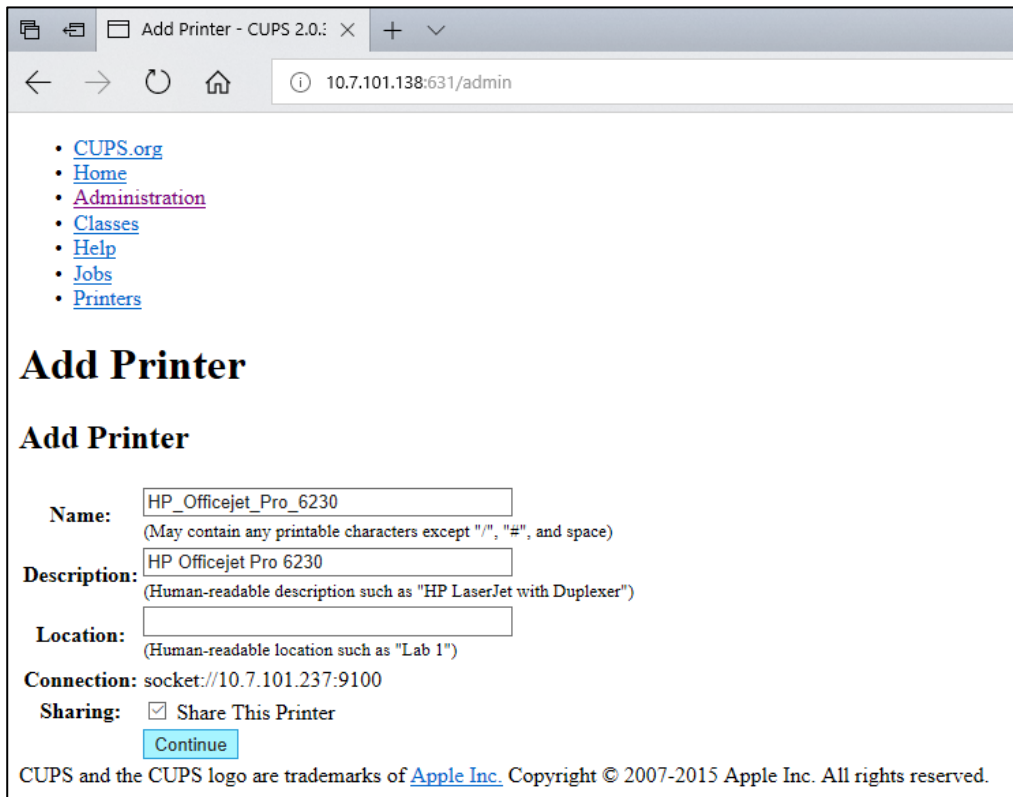

图 79. 添加打印机屏幕。
5. 选择 **Share this printer**（共享此打印机），然后按 **Continue**（继续）（下一页图 79）。